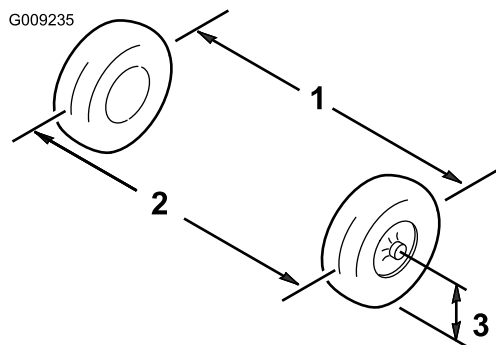

図 54
6. 前輪の前と後ろで、左右のタイヤの中央線間距離を測る計測はアックスルの高さで行う (図 54)。